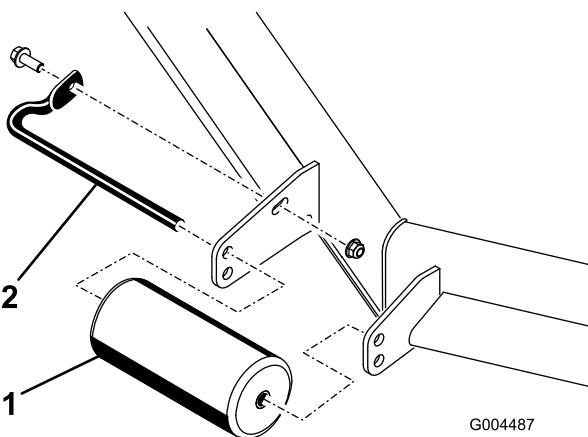

Рисунок 9
- Снимите крепежные детали всех валиков на газонокосилке и переставьте валики в требуемом направлении, вверх или вниз (Рисунок 9).